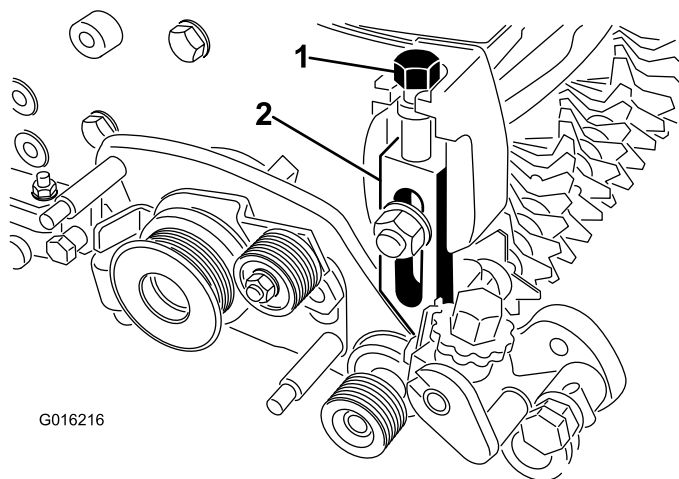

図 10
21. 右側アジャスターム・アセンブリの上部に、刈高調整ねじを取り付ける 図 10。
22. 右側アジャスタアーム・アセンブリをカッティングユニットのサイドプレートに取り付ける既存のプラウボルト、ナットと新しいワッシャを使用する。刈高アーム・アセンブリのロッドの端部がグルーマ駆動アセンブリの穴についているブッシュに入っていることを確認する 図 10。
25. 左側アジャスタアーム・アセンブリの上部に、刈高調整ねじを取り付ける 図 10。
27. 左側アジャスタアーム・アセンブリをカッティングユニットのサイドプレートに取り付ける既存のプラウボルト、ナットと新しいワッシャを使用する 図 10。